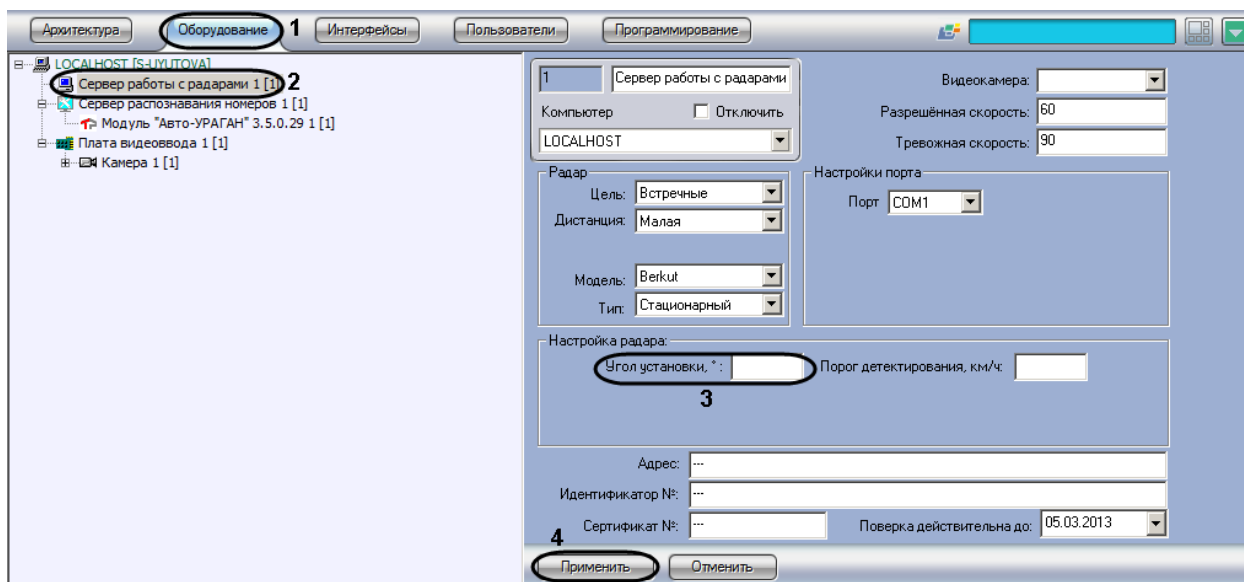

Рис. 7.3—9. Указание угла наклона устройства «Радар» над дорогой
2. В дереве объектов на вкладке «Оборудование» выбрать объект «Сервер работы с радаром», соответствующий настраиваемому программному модулю «Радар» (см. Рис. 7.3—9, 2). В правой части вкладки «Оборудование» отобразится панель настройки выбранного объекта.
3. Задать в поле «Угол установки,⁰» угол наклона устройства «Радар» над полосой дорожного движения (см. Рис. 7.3—9, 3).